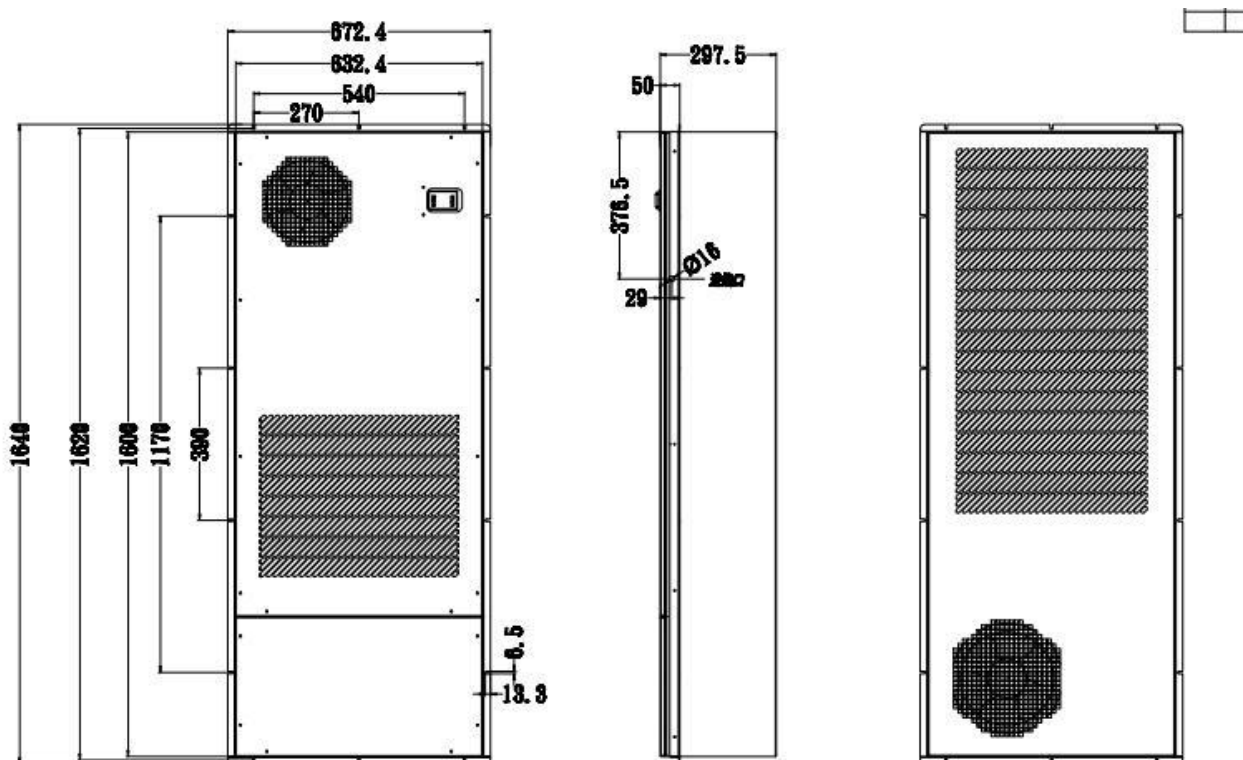

РИСУНОК 8 – ГАБАРИТНЫЕ РАЗМЕРЫ SNR-ACC-7000-ACH
5. Снимите изоляцию с кабеля и вставьте жилы кабеля в винтовую клемму (рисунок 8) согласно распиновке клемм, указанных на рисунке 7, затяните винты с помощью отвертки.